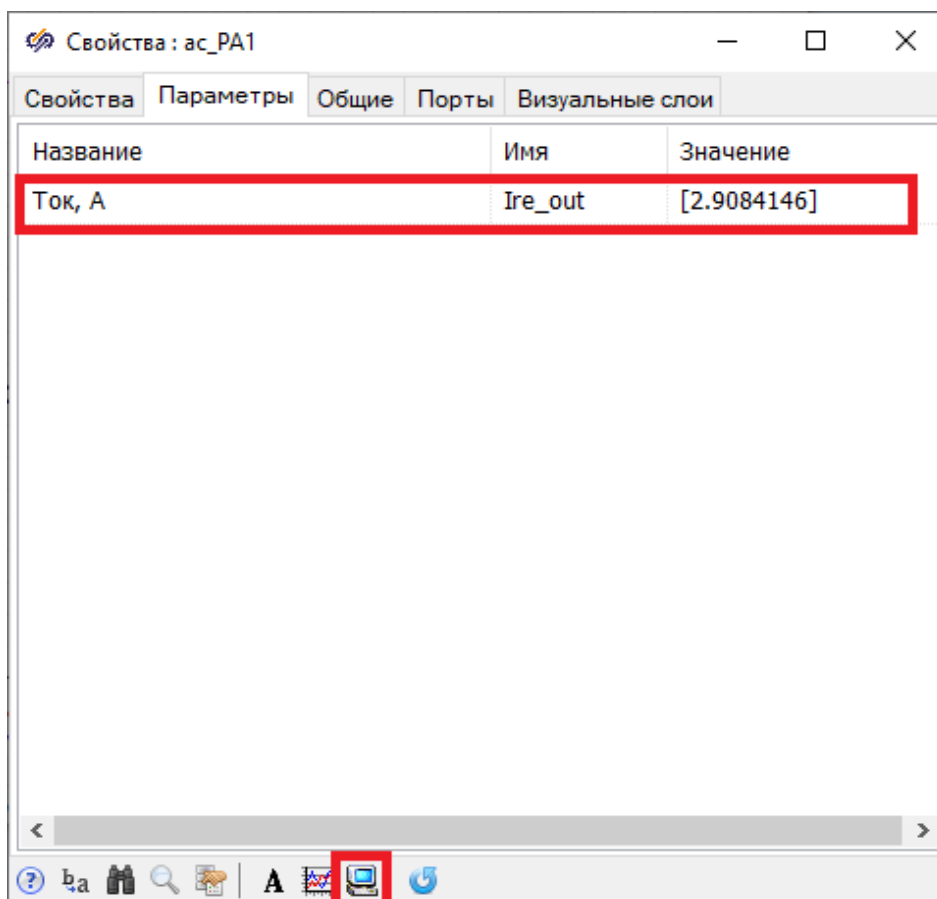

Рисунок 3.8.4. Окно «**Параметры**» для блока «**Амперметр идеальный**» с выбранным параметром Ire и кнопка «**Создать окно просмотра**».
- 4) На панели кнопок, расположенной в левой части окна, нажмите на кнопку «**Создать окно просмотра**» (Рисунок 3.8.4).